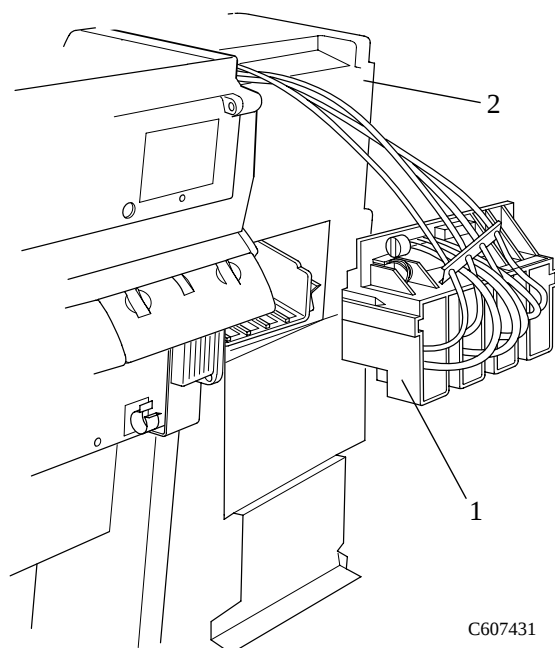

図 62 : インク カートリッジ チューブ コネクタ (取り出した状態)
- 13** 左側カバー (部品2) の背面からインク カートリッジ チューブ コネクタ (部品1) を外し、アセンブリを左側カバーの上に乘せます (図62参照)。